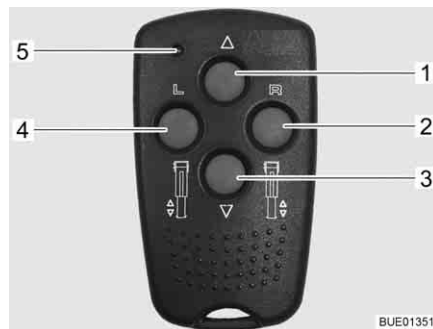
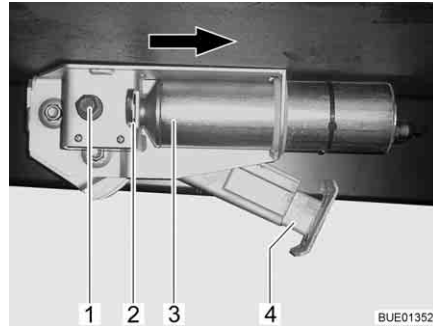

Bild 30 Fernbedienung für elektrische Hubstützen
Bild 31 Elektrische Hubstütze am Fahrzeug
- Vorwahl: Hubstütze links (Bild 30,4)
- Vorwahl: Hubstütze rechts Bild 30,2)
- Hubstütze einfahren (Bild 30,1)
- Hubstütze ausfahren (Bild 30,3)
- Kontroll-LED (Bild 30,5)
Bei jeder Tastenbetätigung blinkt die Kontroll-LED (Bild 30,5).
- Vorwahl-Taste für die Hubstützenseite (Bild 30,2 oder 4) ca. 1 Sekunde lang drücken.
- Innerhalb von 2 Sekunden die Taste "Hubstütze ausfahren" (Bild 30,3) drücken und so lange halten, bis der Stützfuß (Bild 31,4) auf dem Boden aufliegt.
- Innerhalb von 2 Sekunden die Taste "Hubstütze einfahren" (Bild 30,1) drücken und so lange halten, bis der Stützfuß (Bild 31,4) komplett einfahren ist. Wenn die Hubstütze komplett eingefahren ist, ertönt ein Kontrollsignal.
- Sicherungsbügel (Bild 31,2) nach innen drücken.
- Motor (Bild 31,3) bis zum Anschlag in Pfeilrichtung verschieben.
- Die Hubstütze wie eine mechanische Hubstütze über den Sechskant (Bild 31,1) aus- bzw. einfahren.
Wenn die Störung behoben ist: Motor entgegen der Pfeilrichtung in die Ausgangslage schieben. Den Sicherungsbügel (Bild 31,2) bis zum Einrasten herausziehen.